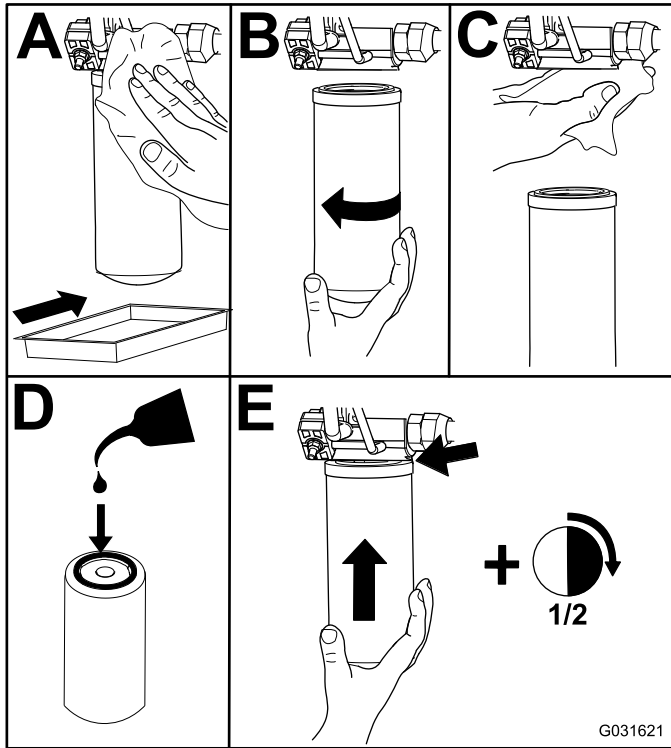

Bild 118
2. Wechseln Sie den Ladehydraulikfilter im Hydraulikhubraum aus, wie in Bild 118 abgebildet.
4. Tauschen Sie den Rücklauffilter an der rechten Seite der Maschine aus (Bild 118).